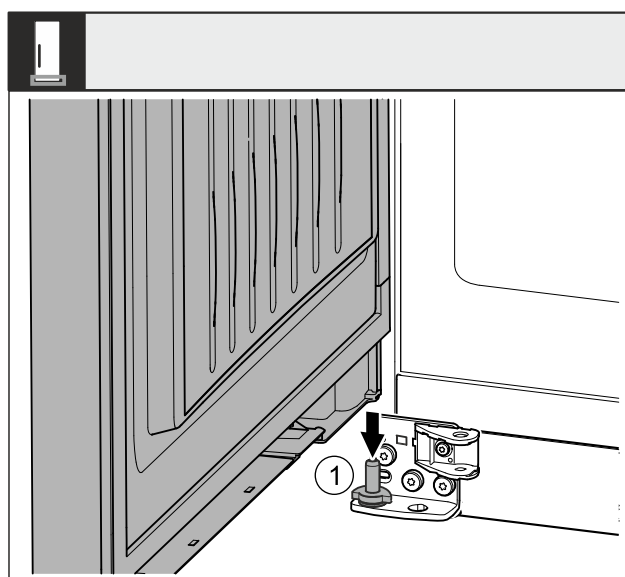

Fig. 42 \*
- ▶ Dveře nasadte shora na dolní ložiskový čep Fig. 42 (1)\*